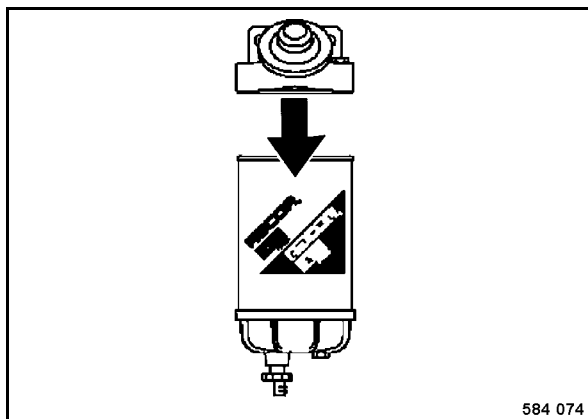

Fig. 111
- Desenroscar el cartucho filtrante de combustible (Fig. 111) con una llave de cinta apropiada.